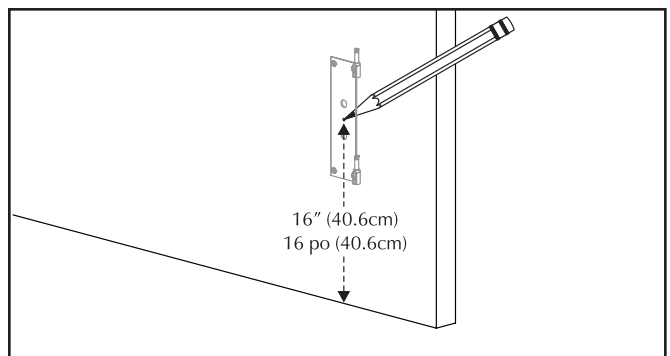

Figure 3. Étape 3
- À l'emplacement d'installation souhaité, tracez un point sur le mur à 16 po (40,6 cm) au-dessus du sol (voir figure 3).